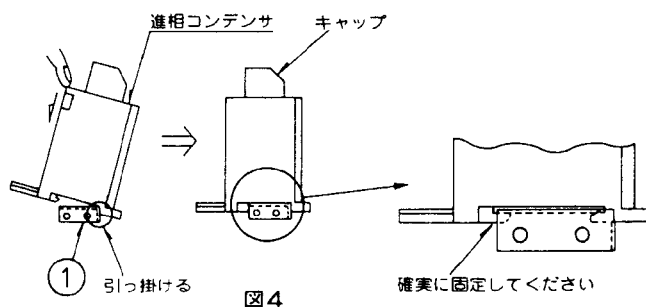

図4
- (2)進相コンデンサを図4の様に、ストッパー凹部をアタッチメント①の角穴端部に引っ掛けて固定してください。